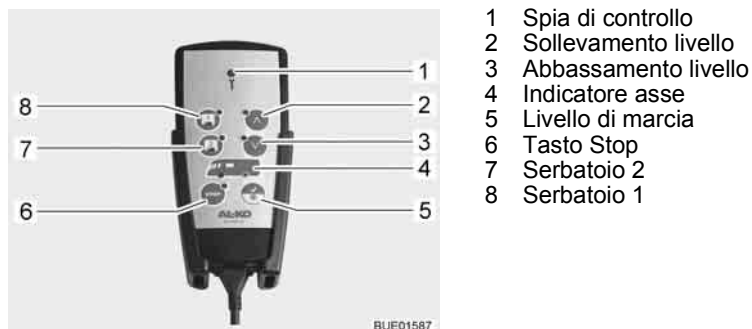

Fig. 13 Telecomando
- Avviare l'accensione. La spia di controllo (Fig. 13,1) si accende brevemente. Se il LED per l'asse posteriore (Fig. 13,4) si accende, il veicolo ha raggiunto il livello di marcia.